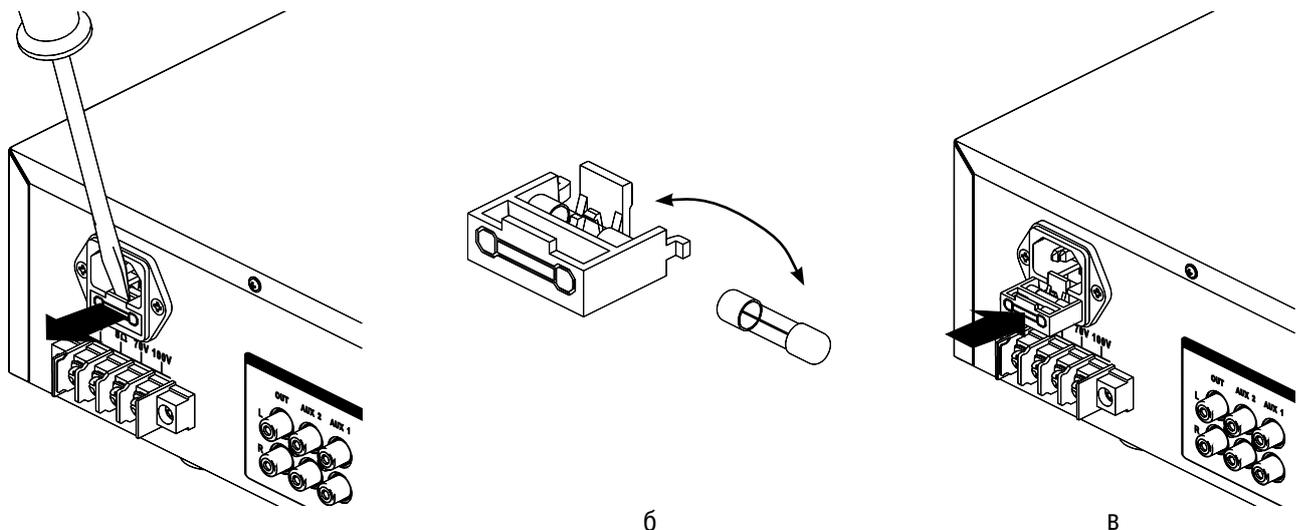

Рисунок 11.1 Порядок з мены перегоревшего предохранителя
2. Извлеките крышку предохранителя из тр нсляционного усилителя ккур тно поддев её шлицевой отвёрткой (**Рис. 11.1, а**).
3. З мените перегоревший предохранитель испр вным, предв рительно убедившись, что в крышке не ост лось посторонних предметов (**Рис. 11.1, б**).
4. До упор вст вьте крышку с испр вным предохранителем в тр нсляционный усилитель (**Рис. 11.1, в**).